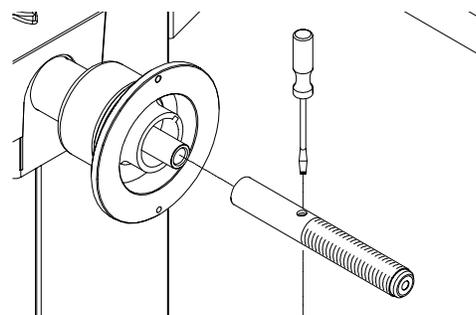

Figure 6
A. Monter l'arbre fileté sur l'arbre de l'équilibreuse. Fixer solidement au moyen d'un tournevis. (Figure 6).